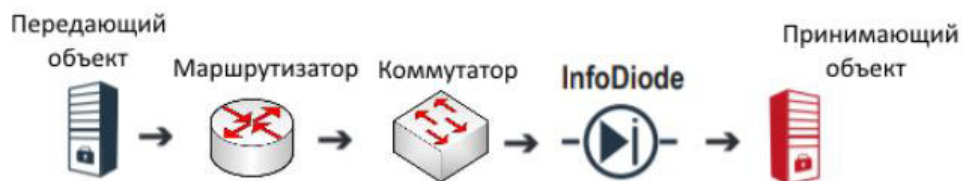

Рис. 10. Прямое подключение приемного и передающего компьютера
**Вариант – 1: прямое подключение приемного и передающего объекта (Рис. 10).**